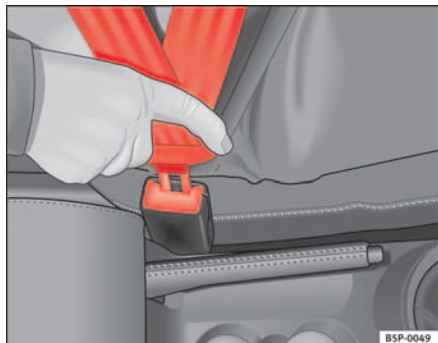

Fig. 11 Cierre y lengüeta del cinturón de seguridad
- Introduzca la lengüeta en el cierre del asiento correspondiente hasta que encastre de un modo audible ⇒ fig. 11.